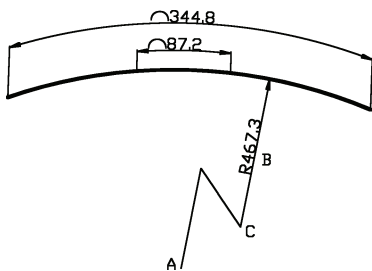

图 8-35 弧长标注示例
**【例 8.10】** 对图 8-35 中的弧进行标注, 其中有部分弧长需要单独进行标注。
结果如图 8-35 中的弧长标注。
- (1) 选择圆弧或圆: 选择需要标注的圆或圆弧。
- (2) 指定中心位置替代: 指定一个点以便取代正常半径标注的圆心。
- (3) 指定尺寸线位置: 指定尺寸线摆放的位置。
- (4) 多行文字(M): 打开在位文字编辑器, 输入多行文本。
- (5) 文字(T): 在命令行输入标注的单行文本。
- (6) 角度(A): 设置标注文字的角度。
- (7) 指定折弯位置: 指定折弯的中点。
**【例 8.11】** 采用折弯方式标注图 8-35 所示圆弧的半径。
指定中心位置替代: 单击图 8-35 中的 A 点
结果如图 8-35 中的折弯半径标注。